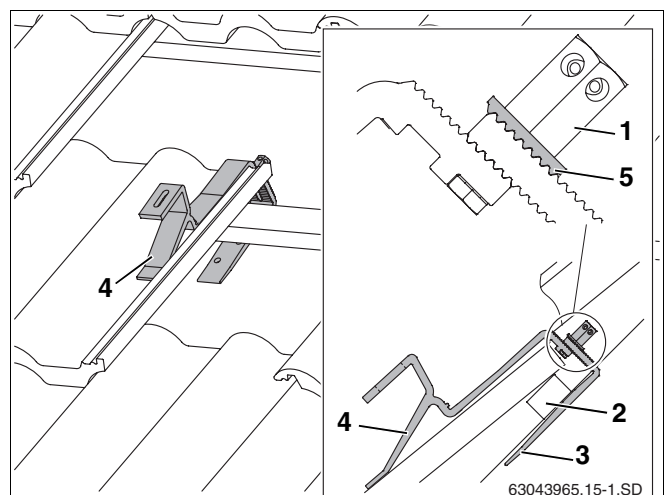

Fig. 13 Gancho para telhados encaixado (para uma melhor imagem, algumas telhas não estão apresentadas)
- ▶ Encaixar o gancho para telhados por forma a que o apoio encoste à frente numa depressão da telha (fig. 13, **item 4**).
- ▶ Deslizar para cima a parte inferior do gancho para telhado (fig. 13, **item 3**) até que esta encoste na ripa (fig. 13, **item 2**).
- ▶ Apertar a porca sextavada comprida (fig. 13, **item 1**). Para o efeito, introduzir a chave SW5 no furo da porca sextavada e apertar.
A anilha dentada (fig. 13, **item 5**) deve encaixar na parte inferior dentada do gancho para telhados.